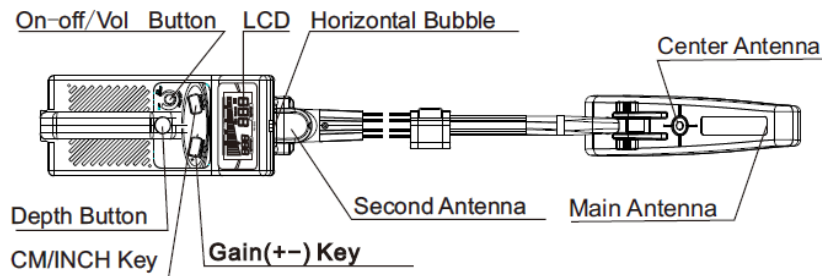

Figure 17
2. Panneau de contrôle et antenne (voir Figure 17)